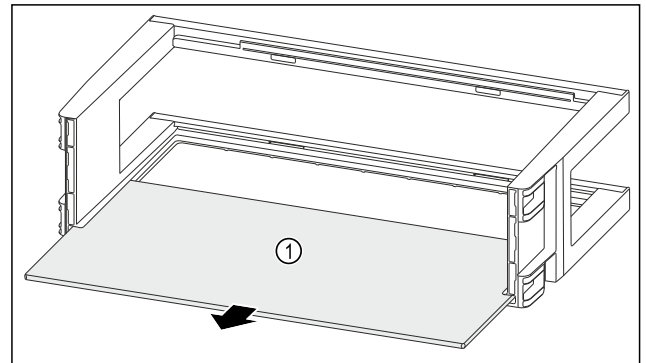

Fig. 140
- Rimuovere il ripiano Fig. 140 (1).